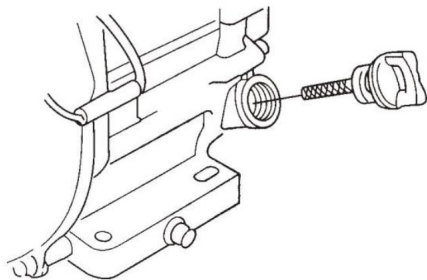

FIG. 2
7.2.2 Verwijder de peilstok uit de vulopening van de motorolie (FIG. 2) en veeg het schoon.